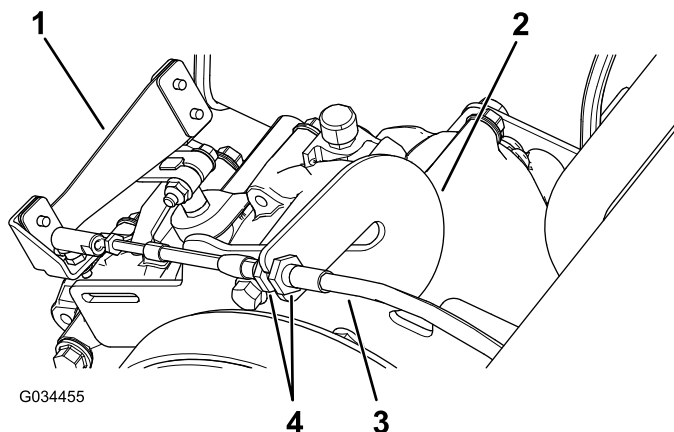

图 57
2. 在 3 个不同位置之间转动换档选择器测试换档位置并检查换档时换档控制杆图 57 能否适当转动请参阅 换档控制杆和换档指示器 \(页码 11\)。
1. 拧松换档拉索上的锁紧螺母必要时进行调整图 57。